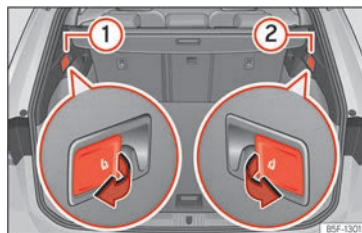

Abb. 103 Im Gepäckraum: Hebel zum Entriegeln der Rücksitzlehne.
- Ziehen Sie am Hebel zur Fernentriegelung auf der linken >>> **(Abb. 103)** ① oder rechten ② Seite der Rückenlehne in Pfeilrichtung. Der entriegelte Teil der Rücksitzbank klappt nun automatisch nach vorn um.